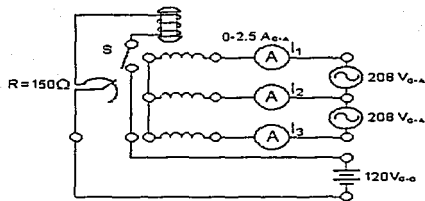

Figura 1
- Conectar el circuito de la figura 1, utilizando el motor síncrono para impulsar al generador.